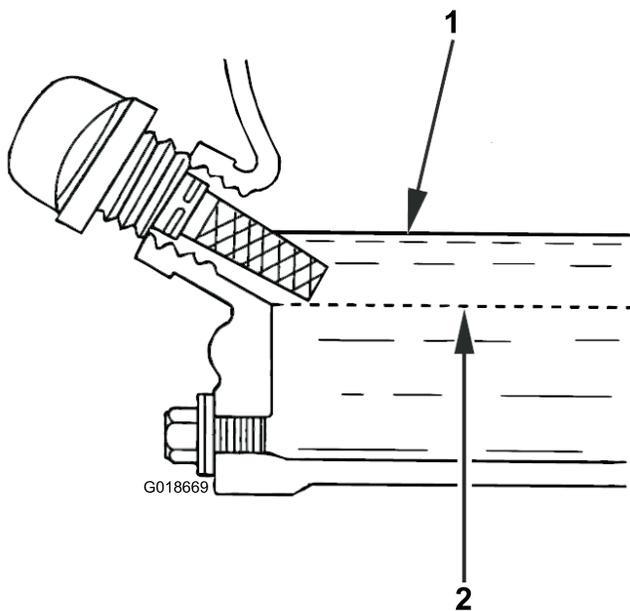

図 14
3. ディップスティックをウェスできれいに拭き、もう一度差し込む。ねじ込まずにさし込むこと。引き抜いて油量を点検する。オイル量がディップスティックの最低限度マークより下、またはその付近にある場合には、ディップスティックの最高限度マークのすぐ下（給油口の下端）までオイルを補給する図 14油量を確認する。入れすぎないこと。